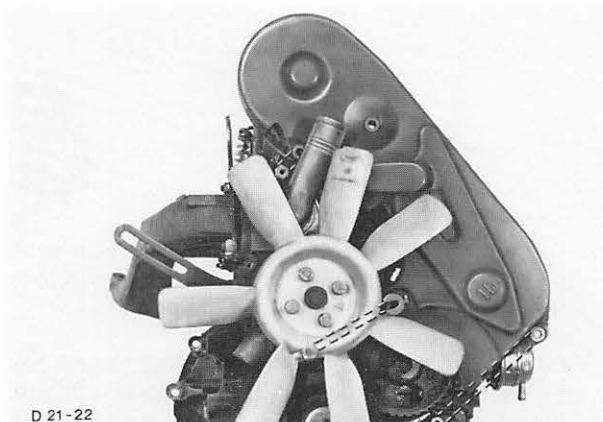

Abb. 326 Zahnriemenschutzblech montieren
15. Zahnriemenschutzblech anbringen, Abb. 326. Keilriemen auflegen und so spannen, daß das Gesamtspiel zwischen Lichtmaschine und Lüfter 13 mm beträgt.